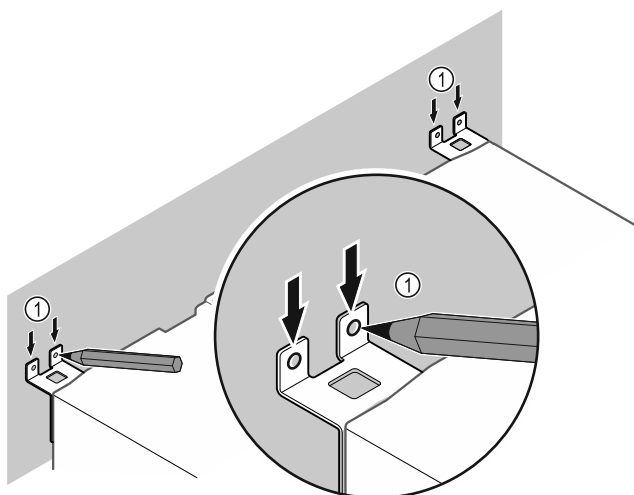

Fig. 10
- ▶ Anbring markeringerne på væggen Fig. 10 (1).